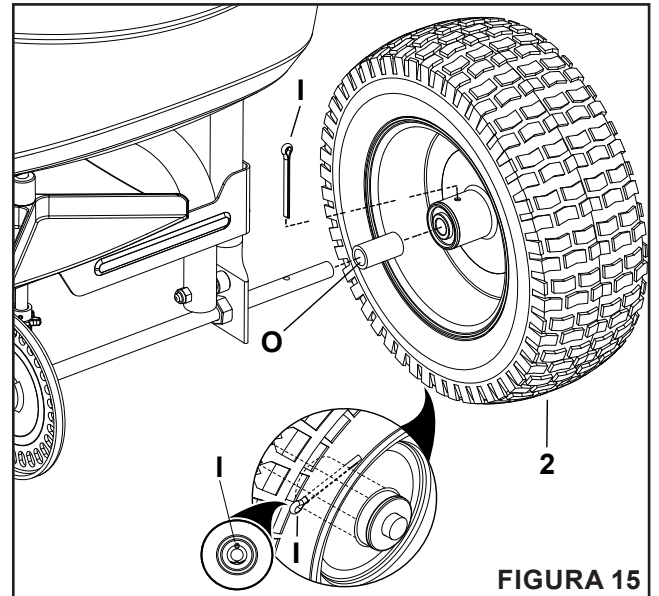
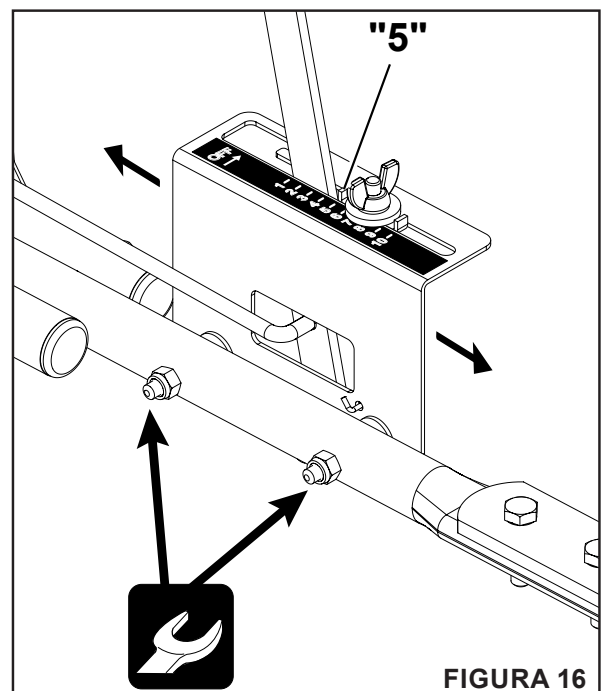

FIGURA 15
FIGURA 16
Paso 15: (Véase la Figura 15)
1. En el lado derecho del esparcidor, deslice un separador (O) y una rueda (2) sobre el extremo del eje.
2. Asegure el lado interior de la rueda con un pasador de chaveta de 3/16" x 2" (I), separando los extremos.
Paso 16: (Véase la Figura 16)